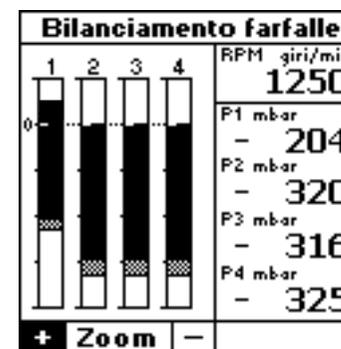

Fig. 24a
rappresentata nell'esempio di Fig. 24a. Se la perdita fosse su un'altro cilindro spostare il tubo relativo sul raccordo (1).
Una minore depressione si verifica anche nel caso di perdite nel condotto verso l'esterno, nel tratto fra la valvola a farfalla e valvola di aspirazione, comunemente chiamata **falsa aspirazione** (Fig. 24a-b)